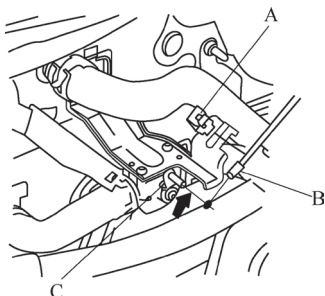

图 5-151 把加热器阀在线罩装到拉线夹上
5) 在发动机舱盖下，转动加热器阀臂 C 到如图 5-151 所示的